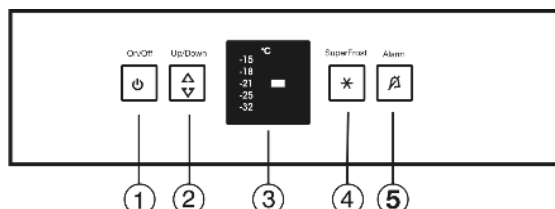

Fig. 2
- ▶ Appuyer sur la touche On/Off *Fig. 2 (1)*.
L'avertisseur sonore s'éteint automatiquement et la touche Alarme *Fig. 2 (5)* s'éteint et l'affichage de température arrête de clignoter lorsque la température revient à la normale.
- ▶ Appuyer sur la touche Alarme *Fig. 2 (5)*.